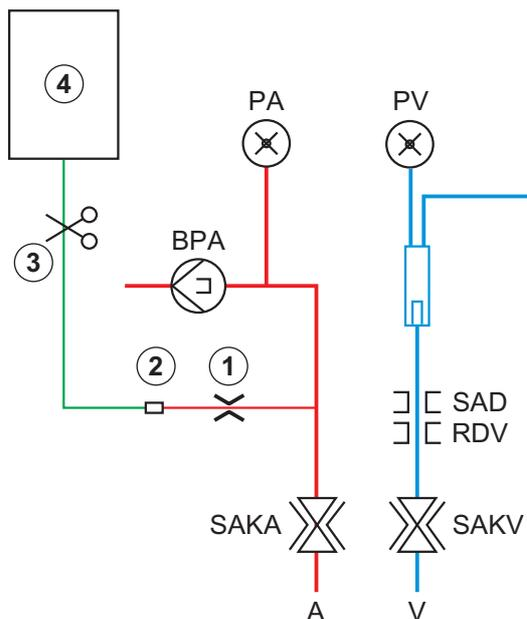

Fig. 6-10 Configuração para o bolus arterial
Utilizando-se um equipamento HD, o tubo de infusão deverá ser conectado à bolsa de NaCl através do adaptador em Y do sistema de linha de sangue (vide Fig. 6-10 Configuração para o bolus arterial (151)).
Utilizando-se um equipamento de diálise HDF, o bolus poderá ser fornecido com o fluido online através da bomba de substituição (veja a seção Fig. 6-10 Configuração para o bolus arterial (151)). A linha de substituição deverá ser conectada à porta de substituição.
3. Coloque o saco da infusão contendo a solução salina fisiológica (Fig. 6-10, ④) no suporte de infusão.